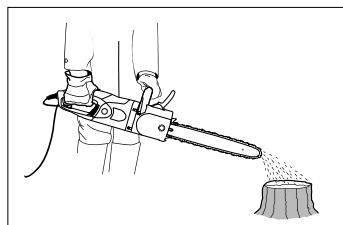

Рис. 9
4. Перед началом работы проверьте подачу масла: включите электрическую пилу и подержите ее над подходящим предметом. При достаточной смазке образуется легкий след от капель сбрасываемого масла (рис. 9).